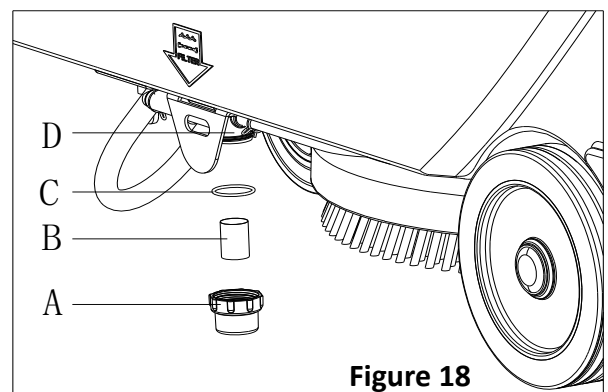

Figure 18
4. Enlever le couvercle du filtre de solution (A, Figure 18) pour nettoyer le tamis du filtre (B) et puis les fixer de nouveau au support du filtre (D).